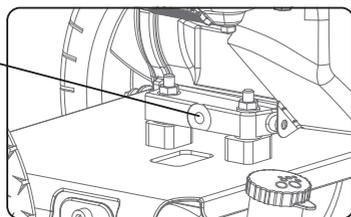

Fig. 15
► Placez un bac réceptif à huile sur le sol pour recueillir l'huile. Enlevez l'écrou de vidange d'huile situé sur la socle du carter moteur (fig 15) , puis inclinez la laveuse à pression vers l'arrière et sur le côté pour vider l'huile complètement.